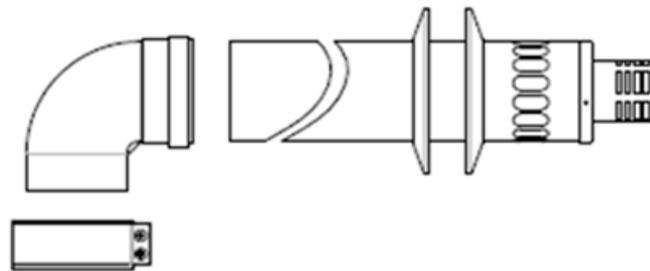

图 5.4 标准烟道, 28/35 kW
- 在墙上钻一个直径 110-150mm 的孔，有条件从外部安装烟道时，所需要的孔径为 110mm，高层楼房一般开孔尺寸为 125mm，室内 / 外必须安装密封圈，图 5.4。